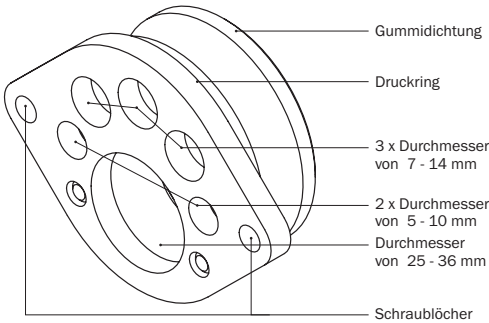

Abbildung 14.2: **KRASO® BKP - Dichteinsatz - Strom + Telekommunikation** - mit Durchmessern, Sekundärdichtung Strom + Telekommunikation
- Entfernen Sie die Blindstopfen der Sekundärdichtung und wählen Sie jeweils den nächst kleineren Einschnitt, der dem Durchmesser der jeweiligen Medienleitung entspricht (s. Abbildung 14.2 unten).
- Entfernen Sie den jeweiligen Gummiverschluss des **KRASO® BKP - Dichteinsatzes - Strom + Telekommunikation** - entsprechend der ermittelten Durchmesser (s. Abbildung 14.2 oben).